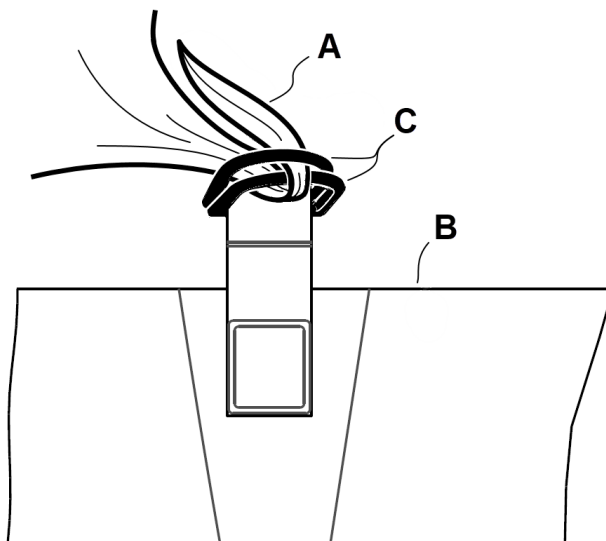

Figure 18 – Mise en place des draps
1. Répartir les anneaux en « D » (C) (Figure 18).
2. Pour fixer les draps (A) à la surface de support (B), faire passer les quatre coins du drap dans les anneaux en D (C) fixés à la housse inférieure.